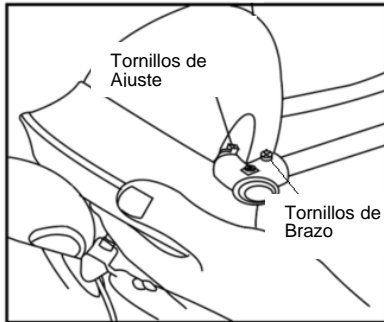

Fig. 8
- Afloje los dos tornillos de ajuste en ambos lados del motor; (Fig.8)